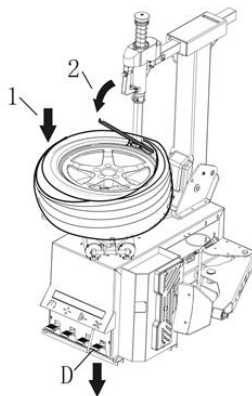

Abb. 17
- Legen Sie den Reifen-Heber zwischen den Reifen und den vorderen Teil des Montagekopfs. Folgend platzieren Sie den Rand des Reifens über den Montagekopf (Abb. 17).
- Mit dem Reifen-Heber (2, Abb. 17) in dieser Position, lassen Sie die Drehscheibe im Uhrzeigersinn drehen durch Druck auf Pedal D (Abb. 17 aus zu üben. Der Reifen löst sich von der Felge solange Sie die Pedale bedienen und die Scheibe dreht!
- Drücken Sie den Reifen von Hand nach unten in die Felge. Bedienen Sie derweil Pedal D (Abb. 17) um die Drehscheibe im Uhrzeigersinn zu führen bis die Felge den Reifen vollständig umschließt. (Abb.21A).